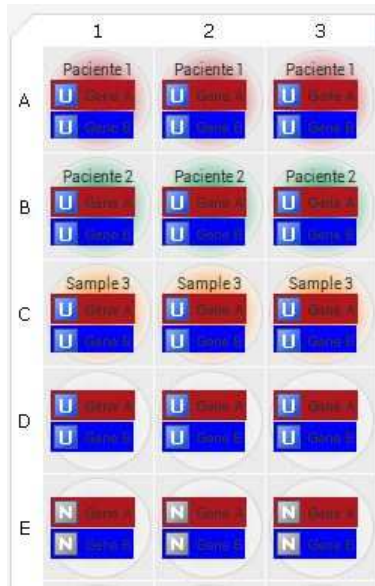

Fig. 7
3. Selecione os poços A1, A2 e A3 e atribua a amostra → *assign* Paciente 1. Repita para outros poços/outras amostras. É possível alterar o zoom da placa  para visualizar cada poço com detalhe (Fig. 7).